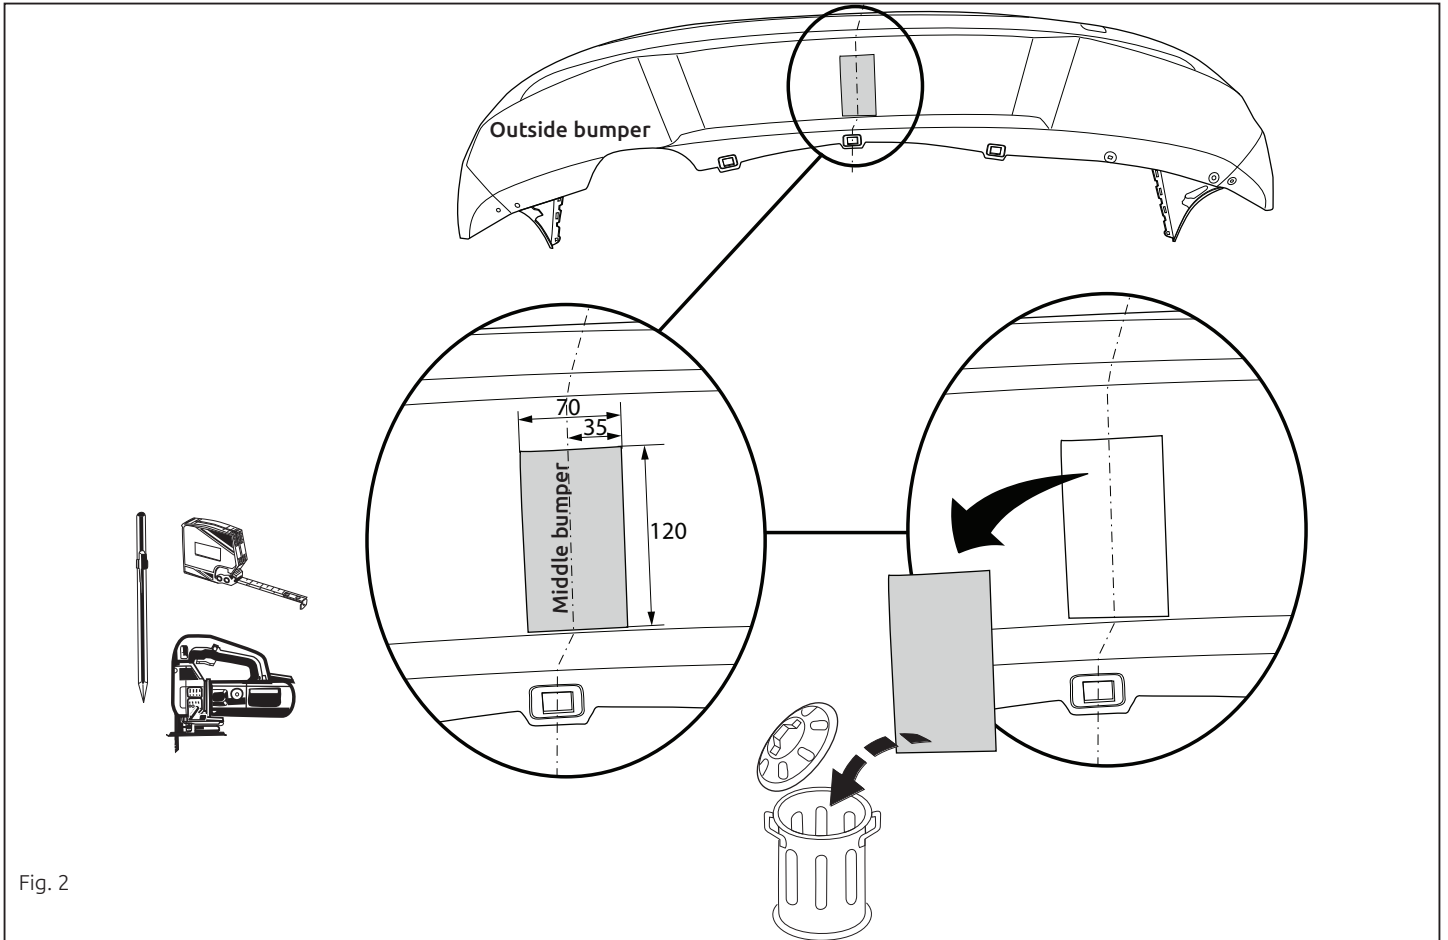

Fig. 2
7. Отпилить обозначенную часть, как указано на рис. 2.